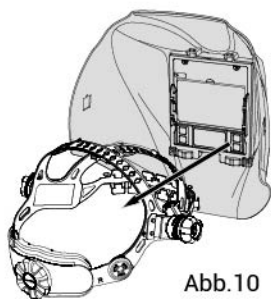

Abb.10
- Entfernen Sie den ursprünglichen Kopfgurt vollständig (siehe Abb.10).